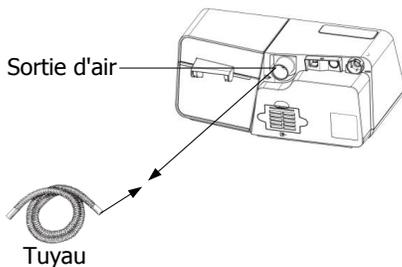

Fig. 11-5
(1) Raccordez une extrémité du tube à la sortie d'air du dispositif, comme indiqué à la Fig. 11-5.